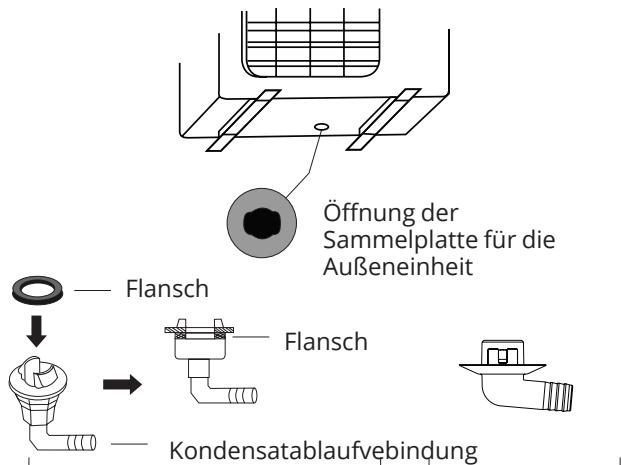

Abb. 5.12
Wenn das Abfluss-Verbindungsstück über einen Gummieinsatz verfügt (siehe Abb. 5.12-A), verfahren Sie wie folgt:
- Verbinden Sie ein Abfluss-Verlängerungsrohr (nicht im Lieferumfang enthalten) mit dem Abfluss-Verbindungsstück, um das Wasser vom Gerät wegzuleiten, wenn dieses im Heizbetrieb betrieben wird. Wenn das Abfluss-Verbindungsstück nicht über einen Gummieinsatz verfügt (siehe Abb. 5.12 - B), verfahren Sie wie folgt: